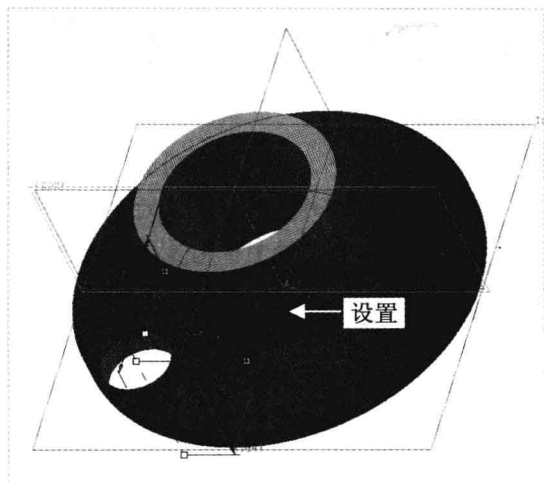

图 17-5 设置参数 1
Step 04 拖动句柄至 A_1 轴和 FRONT 基准平面，设置“偏移距离”均为 45，如图 17-5 所示。